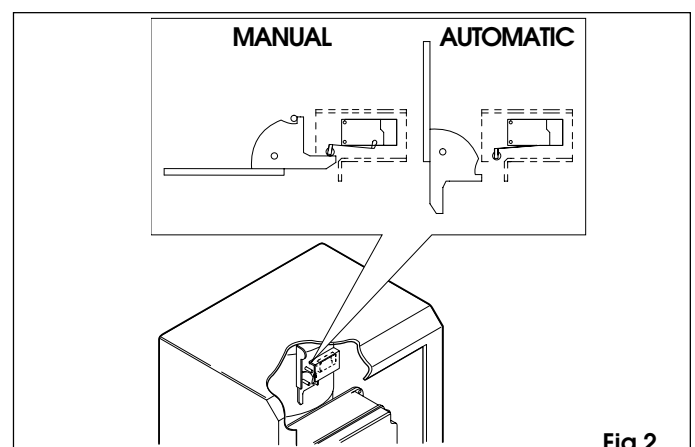

Fig.2
- Un microinterruttore di sicurezza nel sistema di sblocco impedisce che impulsi involontari inviati all'automazione possano azionarne il funzionamento (fig.2 - rif.7).
- Azionare la leva di sblocco indicata in fig.2.
- Riposizionare la leva di sblocco indicata in fig.2 fino a battuta meccanica.